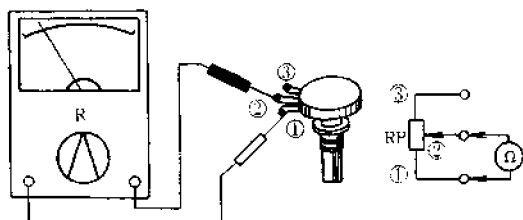

图 4-14 测量电位器阻值变化情况
参见图 4-14 所示。用万用表电阻挡测量电位器的①、②两端的电阻值,将电位器的转轴按逆时针方向旋至接近“关”的位置,这时电阻值越小越好。再顺时针慢慢旋转轴柄,电阻值应逐渐增大,万用表的指针应平稳移动。当轴柄旋至极端位置③时,阻值应接近电位器的标称值。如万用表的指针在电位器的轴柄转动过程中有跳动现象,说明活动触点有接触不良的故障。用同样的方法也可测量②、③脚间的电阻变化情况,但阻值变化规律正好相反。